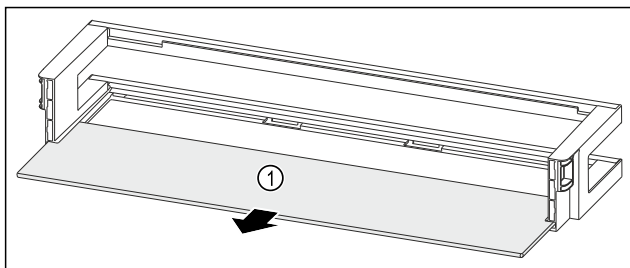

Fig. 268 Rafti i derës me raft mbajtës
- Hiqni raftin mbajtës Fig. 268 (1).